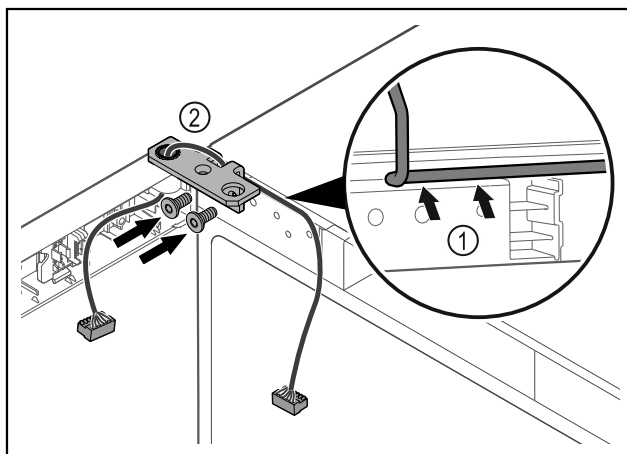

Fig. 44
- ▶ Provedite kabel kroz izrez na kutnoj šarki i oprezno ga položite Fig. 44 (1).
- ▶ Navrnite kutne šarke Fig. 44 (2).